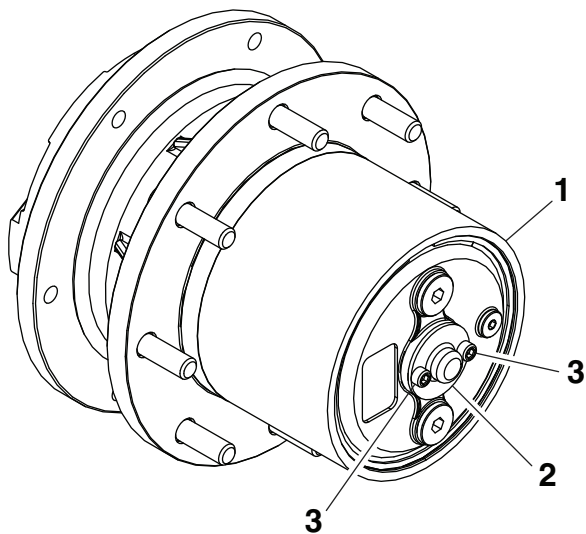

Figura 33
3. Retire y guarde los pernos de la caja de engranajes (Figura 33).